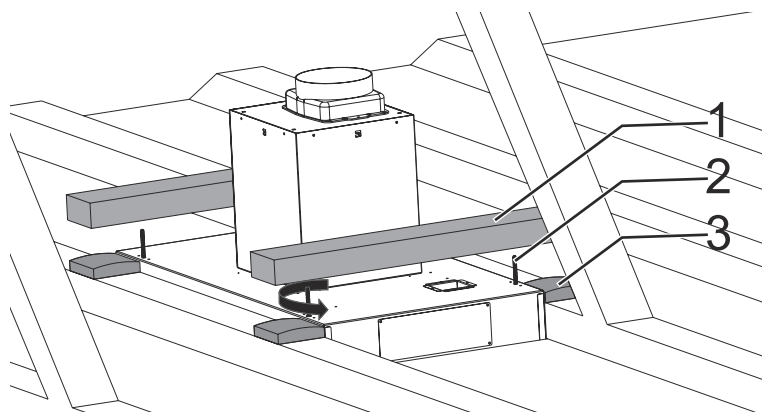

Fig. 16
**5.** Placera låkten ovanpå flåkten så att de passar med skruvhålen (Fig. 16).
För att undvika eventuell vibration/resonans kan isolering placeras mellan låkt och yta (isolering köps separat) (Fig. 16).
Skruva nu nedifrån genom skruvhålen upp i låkten för att spänna fast flåkten (Fig. 16).